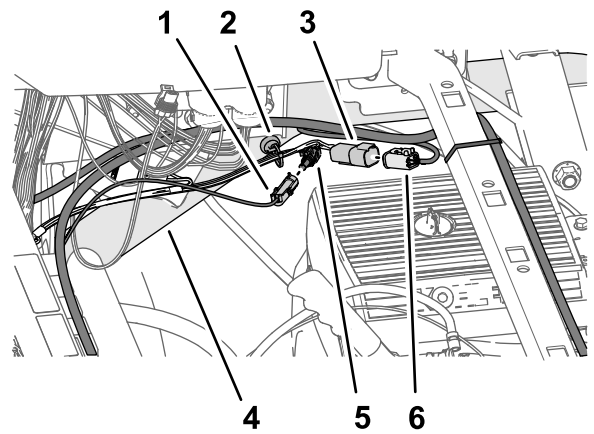

图202
3. 将标有\*\*\*重要提示\*\*\*此电线只能连接至12V 开关电源的电池线束1 针接头接入标有发电机到TOPCON 开关电源的66cm 套件线束支管的1 插槽接头图202。
4. 将标有 ASC 10 电源和用于 X30 的 CAN 的 66cm 套件线束支管的 4 针接头接入标有 CAN 2/ASC10 总线的数据线束支管的 4 插槽接头图202。